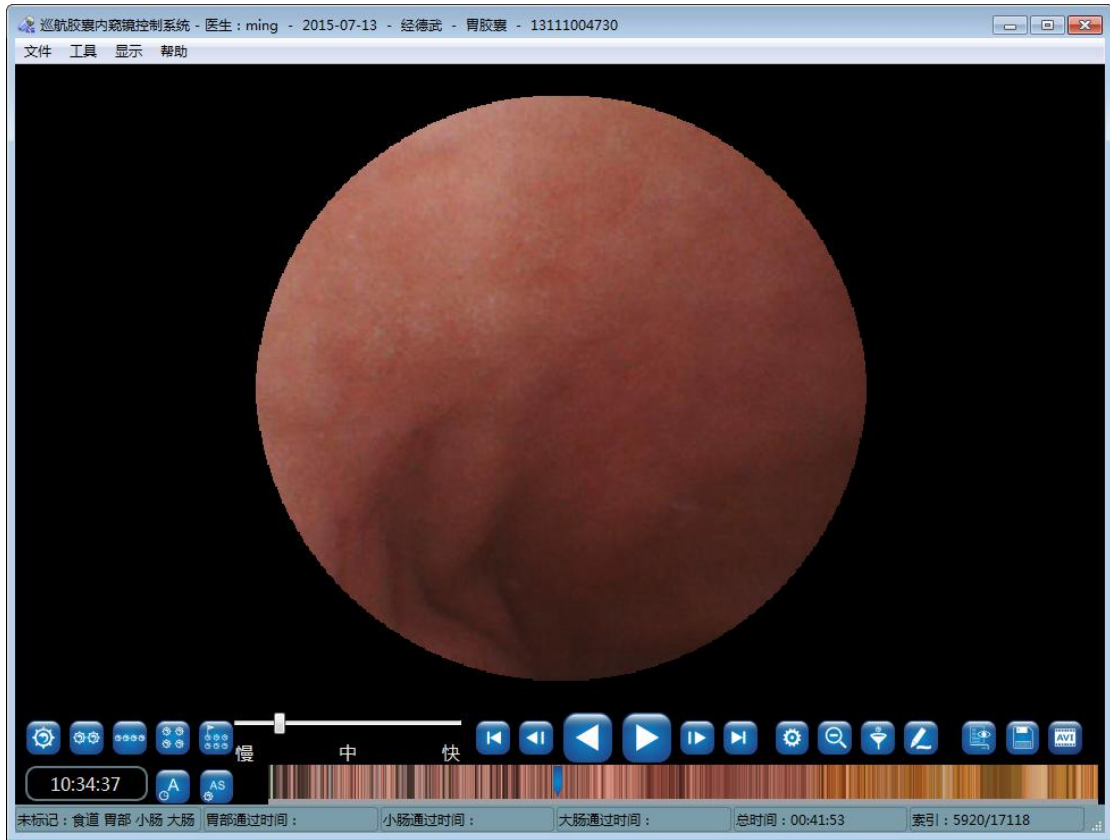
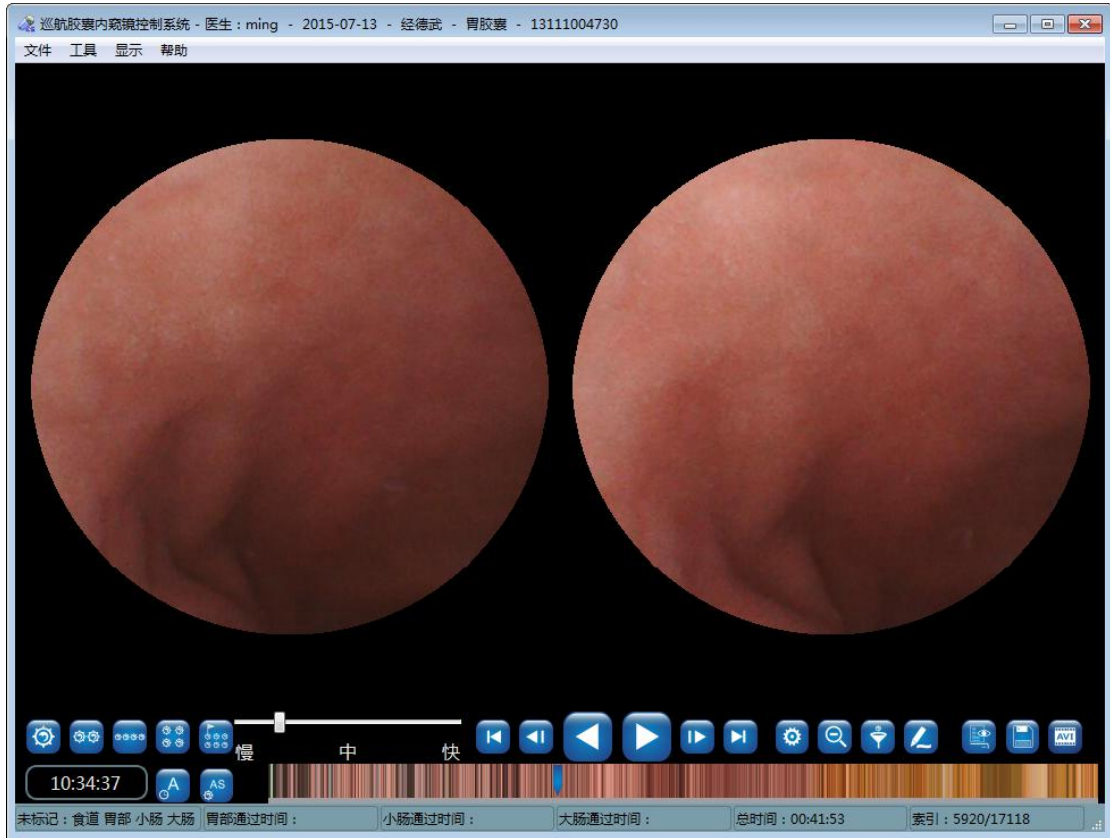

图 4-74 单幅放大模式
图 4-75 双幅放大模式
3. 在单幅显示模式和双幅显示模式下，点击  放大图片，点击  缩小图片。在其他显示模式下，不能放大图片，此时该按钮图标为 ，点击该按钮切换到单幅显示模式。单幅和双幅放大模式如图 4-74 单幅放大模式和图 4-75 双幅放大模式所示。